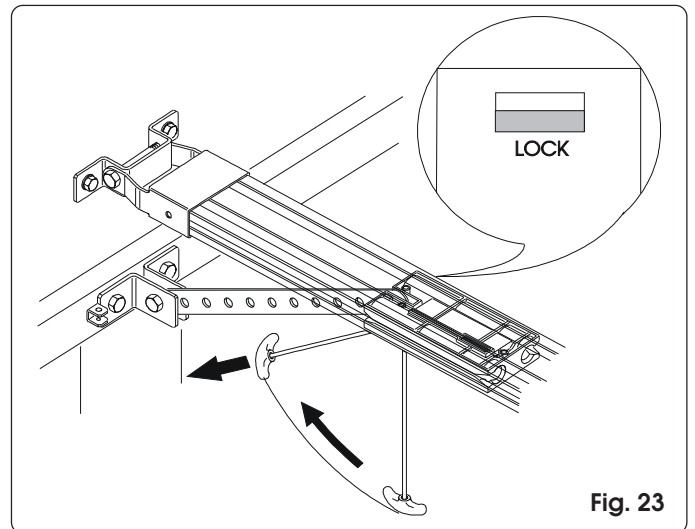

Fig. 23
- 4) Tirare la maniglia di sblocco orizzontalmente in direzione della porta (fig. 23). Controllare che, al rilascio della maniglia, la finestrella LOCK posta sotto al carrello sia di colore rosso. Muovere manualmente la porta fino a ritrovare il punto di aggancio del carrello.